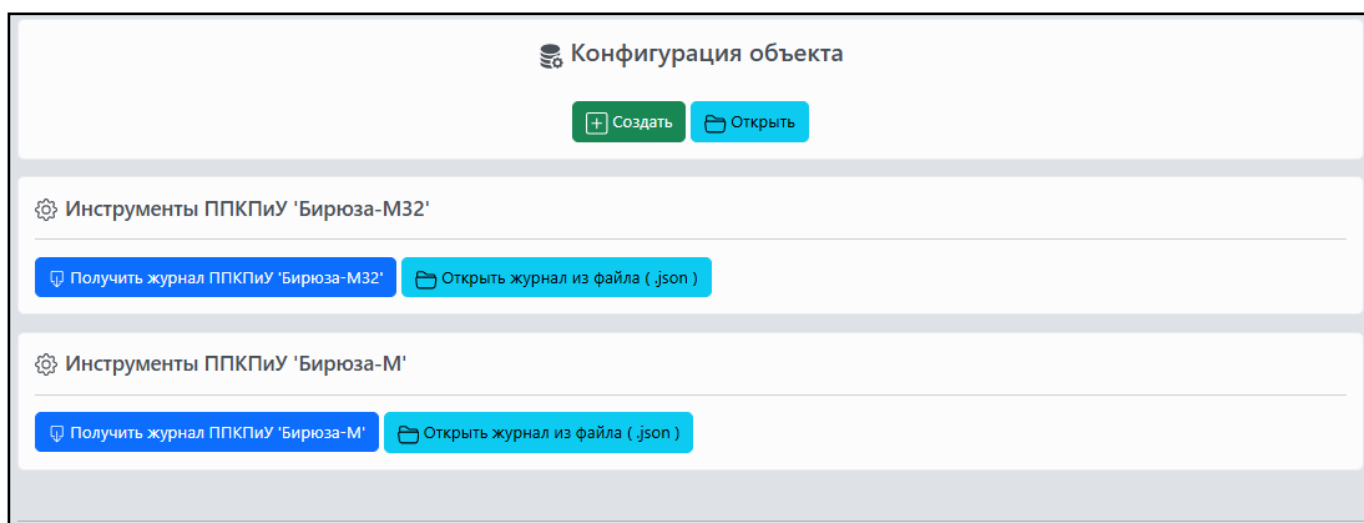

Рис. 5. Скриншот главного меню Конфигуратора после установки
- ✓ в интернет-браузере, выбранном в операционной системе по умолчанию (рекомендуется использовать интернет-браузер Google Chrome), в виде WEB-приложения откроется окно главного меню Конфигуратора (см. рисунок 5).
Для создания конфигурации ППКПиУ необходимо в главном меню программы в поле «Конфигурация объекта» кликнуть на клавишу « Создать» (см. рисунок 5).